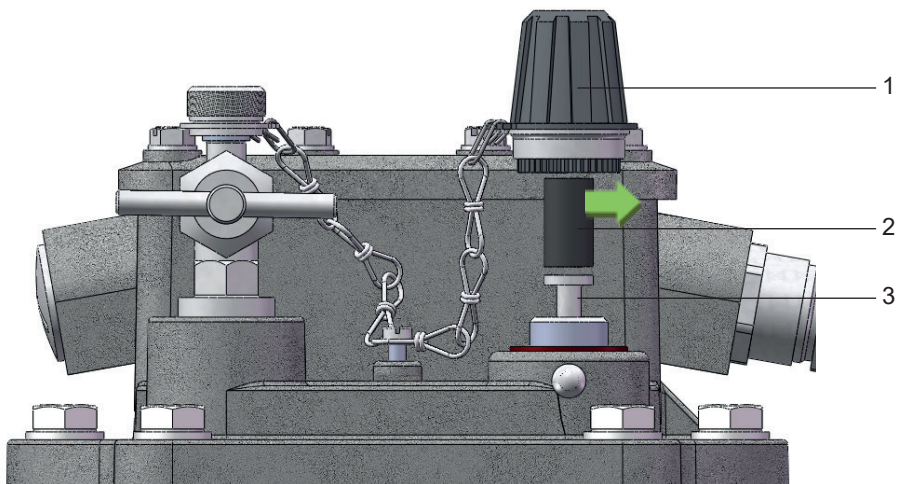

Fig. 5 - Retiro del seguro de transporte
- desatornille la tuerca de sombrerete grande (Fig. 5/No. 1) desde el botón de control (Fig. 5/No. 3)
- saque el seguro de transporte (Fig. 5/No. 2) desde la tuerca de sombrerete